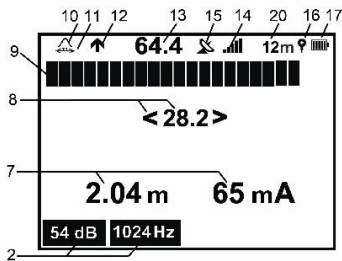
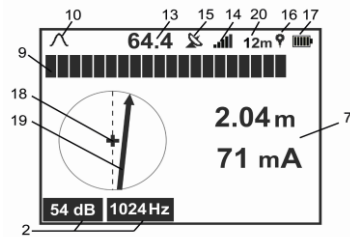
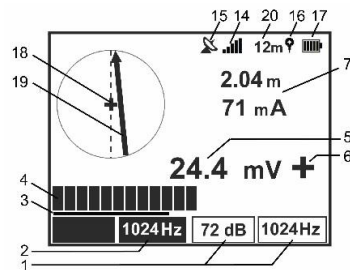

Abb. 19. Anzeige im Modus "Spur"
Abb. 20. Display mit Kompassfunktion
Abb. 22. Anzeige mit Kompass im Modus "Track-SENSOR"
- **TRACE** - um das Versorgungsunternehmen zu lokalisieren und seine Tiefe und die durch es fließende Betriebsfrequenz zu ermitteln. Die Anzeige dieses Modus ist in **Abb. 19** dargestellt.
Zusätzlich wird bei eingeschalteter COMPASS-Option die Richtung des georteten Kabels relativ zum Empfänger angezeigt. Die Anzeige des TRACE-Modus mit der KOMPASS-Funktion ist in **Abb. 20** dargestellt, im TRACE-SENSOR-Modus - in **Abb. 22**.
Die Anzeige der Eingangssignalstärke in dB (zur Ortung nach Peak und Null) färbt sich rot, wenn die entsprechenden Eingangskanäle übersteuert sind (siehe Pos. 8 **Abb. 19**).
Die Option wird über das Menü wie folgt ausgewählt: **Menü > Anzeige > Kompasslinie** dann Bestätigung . Der Kompasspfeil zeigt die Richtung des Hilfsmittels an (Pos. 19 **Abb. 20** und **Abb. 22**).
Bewegen Sie sich entlang der Ziellinie und versuchen Sie, den Empfänger relativ zur Versorgungseinrichtung so anzuordnen, dass der Positionspfeil der Versorgungseinrichtung (**Abb. 22** Pos. 19) so gedreht wird, dass er mit der Empfängerachse (**Abb. 22** Pos. 18) ausgerichtet ist.
Wenn die Stärke des Doppelfrequenzsignals ausreichend ist, wird die Anzeige der Stromrichtung (**Abb. 19**, Pos. 12) automatisch aktiviert. Wenn die Funktion **Kompasslinie** verwendet wird, wird die aktuelle Richtung mit der Pfeilrichtung der Hilfsposition (Pos. 19 **Abb. 22**) angezeigt.